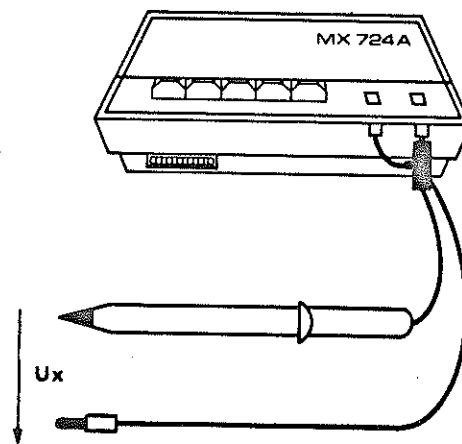

FIG 6 — Mesure THT avec sonde
- Couper toujours la source avant de brancher le MX 724 A comme indiqué Fig. 6, et utiliser celui-ci en voltmètre continu.